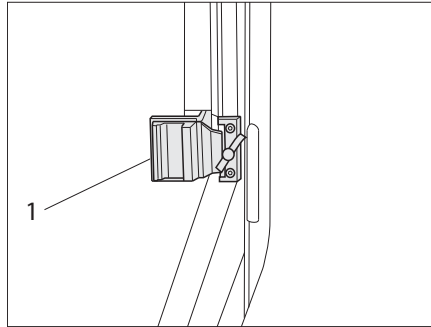

Bild 59 Skjutfönster med skjutlås
- Vrid låsknappen (Bild 59,1) i vertikal position.
- Tryck handtaget (Bild 59,2) och skjut det samtidigt framåt eller bakåt.